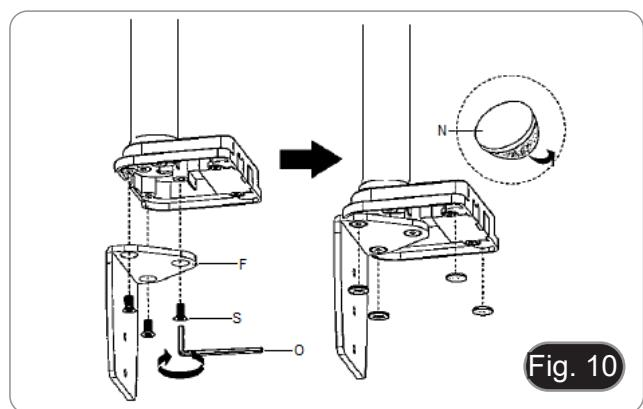

Fig. 10
2. Unire il supporto del morsetto (F) al supporto da tavolo (C) usando le tre viti (S). (Fig. 10)
3. Applicare i piedini in gomma (N) al supporto da tavolo.